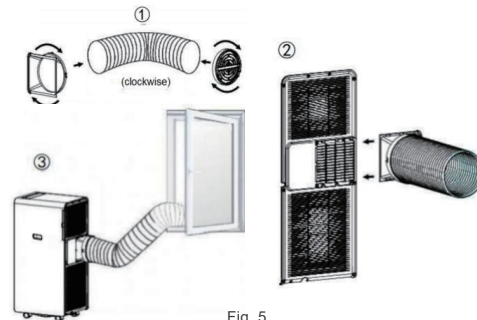

Fig. 5
3. Placer den anden ende af aftrækslangen på den nærliggende vindueskarm (se fig. 5).